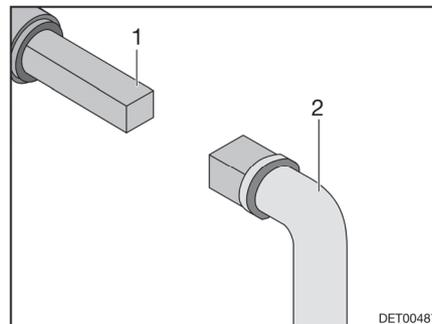

Fig. 143 Utilisation du robinet d'évacuation des eaux usées
- Insérer la clé (Fig. 143,2) sur la vis à quatre pans (Fig. 143,1).